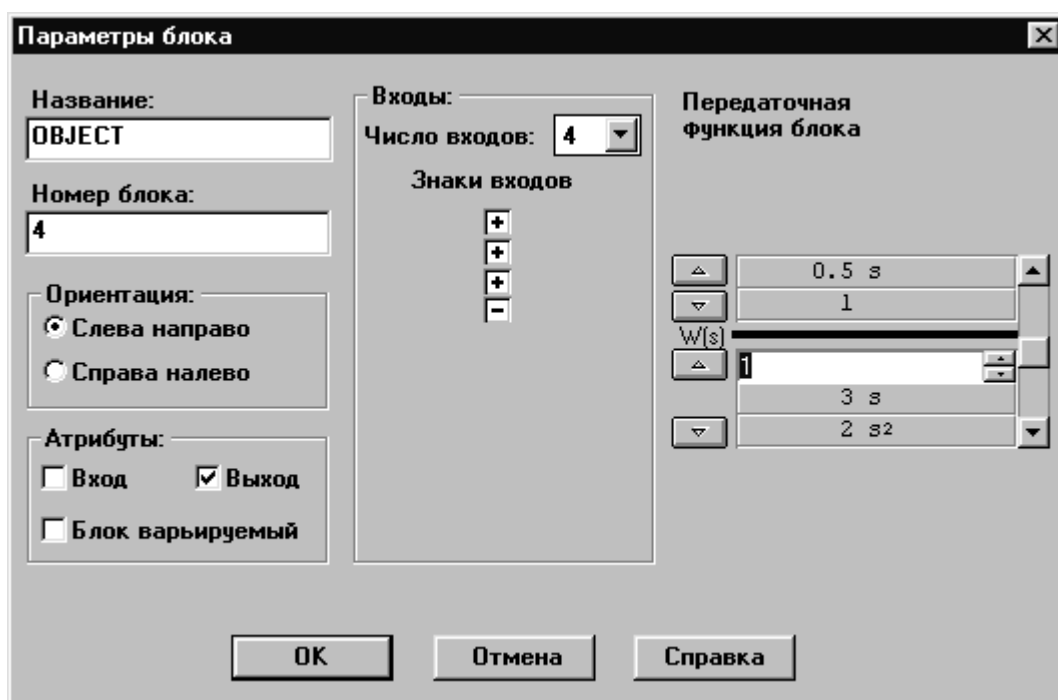

Рис.3.4. Панель настройки параметров блока
**Ввод и редактирование параметров блока** производится при помощи панели **Параметры блока** - рис.3.4.